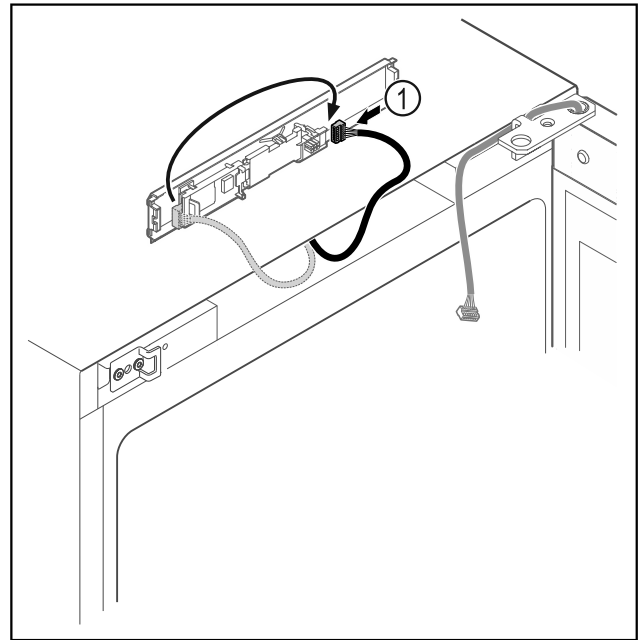

Fig. 13
- ▶ Μεταφέρετε το φως Fig. 13 (1) στην πλακέτα.